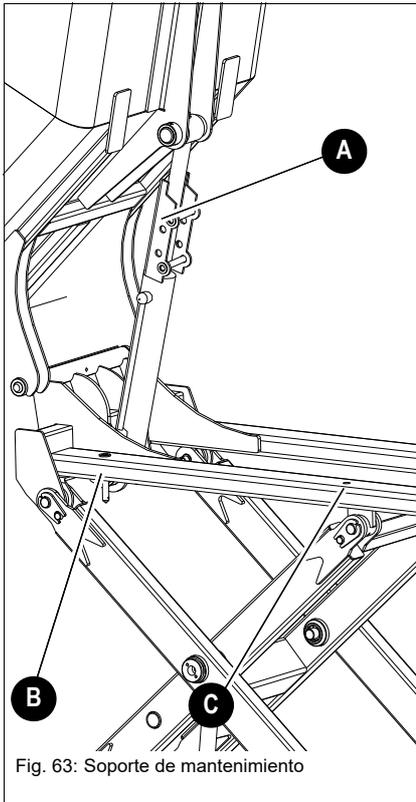

Fig. 63: Soporte de mantenimiento
- ☞ Insertar el soporte de mantenimiento **A** tal como se muestra en Imagen 63 - Soporte de mantenimiento.